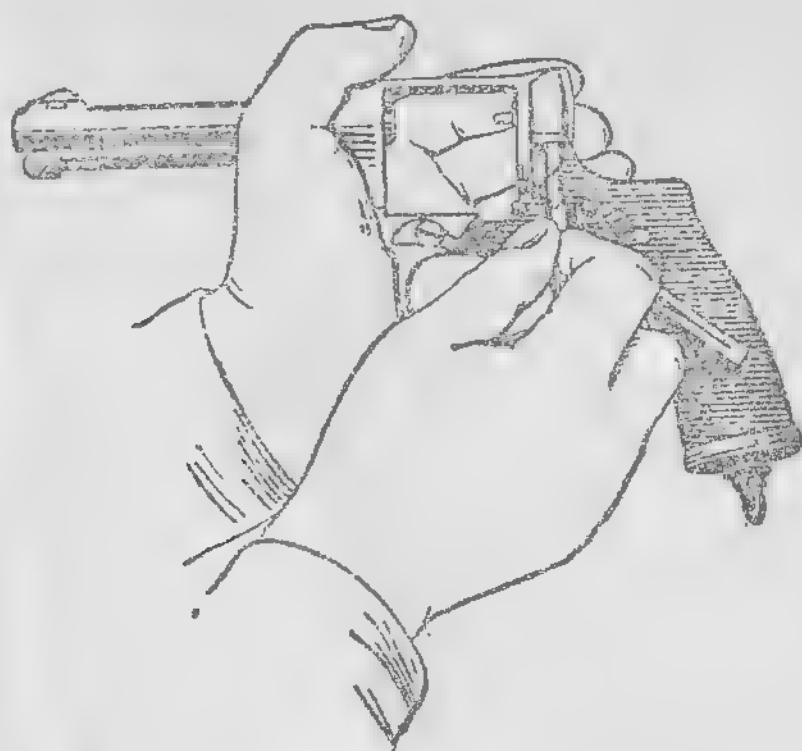

Рис. 36. Как отделить ползун.
10) отделить ползун от рамки, предварительно отведя его насколько возможно вниз (рис. 36);